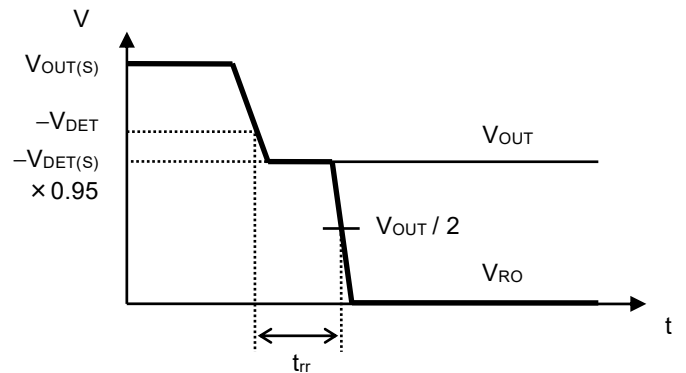

図7 リセット反応時間
*4. V_{OUT} が $-V_{\text{DET}}$ を下回ってから実際にRO端子の出力が反転するまでの時間 (図7参照)。